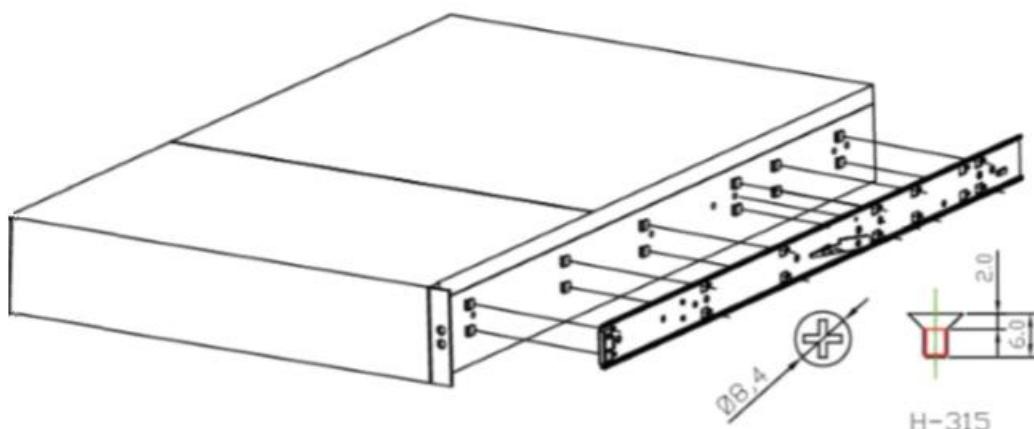

Рисунок 176. Крепление направляющей к корпусу модуля
- Установите внутренний рельс телескопической направляющей на корпусе модуля, для чего овместите выступы на боковой стороне корпуса модуля хранения с прямоугольными вырезами на внутреннем элементе телескопической направляющей. После того как все выступы правильно войдут в вырезы, закрепите направляющую винтами из комплекта поставки (см. Рисунок 176).